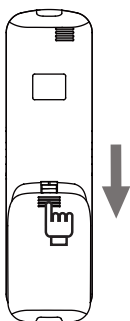

Imagen 2.6
1) Deslice la tapa de las pilas en la parte posterior del control remoto en la dirección indicada por la flecha (Imagen 2.6);